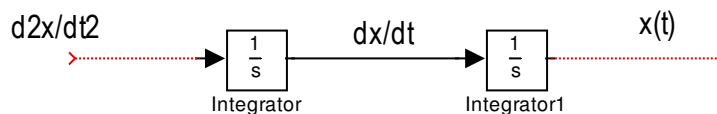

Figura 7.12.- Obtención de  $x(t)$  mediante la doble integración de  $\frac{d^2x(t)}{dt^2}$
2) **Crear un diagrama de simulación con tantos integradores en cascada como el orden del sistema** en donde la salida del sistema es la salida del último integrador.- En este caso el orden del sistema es 2 y la salida del sistema  $x(t)$  se toma del segundo integrador. Hasta este punto el diagrama de simulación lucirá como en la figura 7.12. Obsérvese que si la salida del segundo integrador es  $x(t)$ , forzosamente su entrada deberá ser  $\frac{dx(t)}{dt}$ , la cual es la salida del primer integrador y por lo tanto su entrada deberá ser  $\frac{d^2x(t)}{dt^2}$